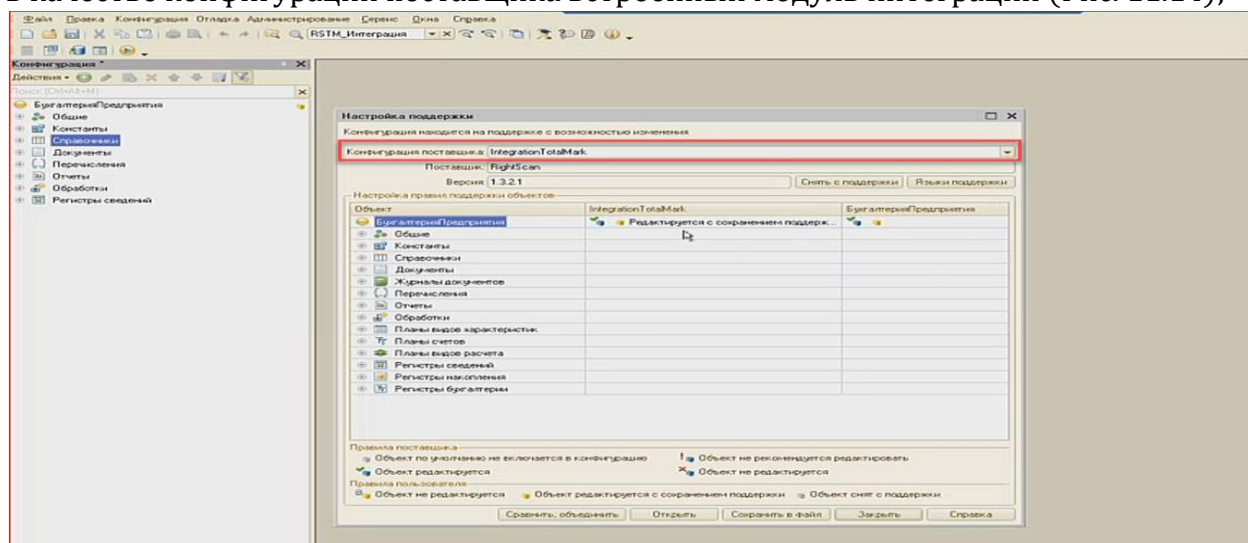

Рис. 11.14 - Объединение конфигураций
8) После объединения, в настройках поддержки появится возможность выбора в качестве конфигурации поставщика встроенный модуль интеграции (Рис. 11.14);